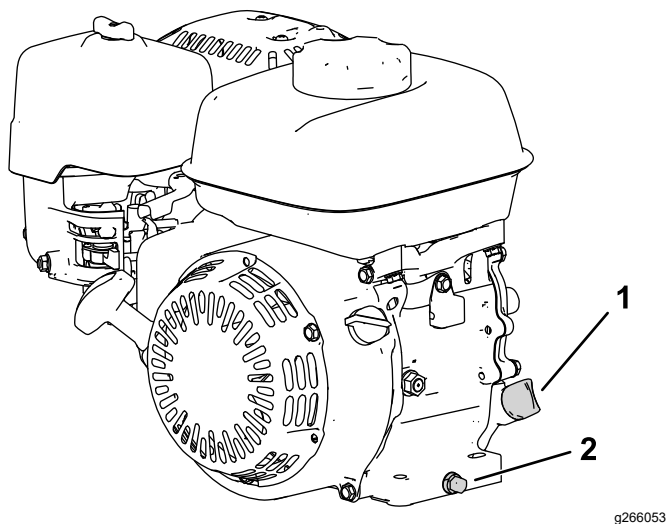

Рисунок 10
2. Установите машину так, чтобы двигатель располагался горизонтально, и очистите область вокруг маслозаливной горловины (Рисунок 10).
3. Снимите сливную пробку (Рисунок 10).